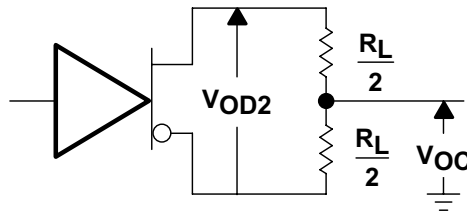

図 6-1. ドライバ  $V_{OD}$  および  $V_{OC}$
| V OD2  | 差動出力電圧                          | R L = 100Ω、図 6-1 を参照         |                    |     | ½ V OD1 または 2 (3) |      |                 |    |
|                   |                                 | R L = 54Ω、図 6-1 を参照          |                    |     | 1.5                                     | 2.5  | 5               |    |
| Δ V OD | 差動出力電圧の大きさの変化 (5)    | R L = 54Ω または 100Ω、図 6-1 を参照 |                    |     | ±0.2                                    |      | V               |    |
| V OC   | 同相出力電圧                          | R L = 54Ω または 100Ω、図 6-1 を参照 |                    |     | -1                                      | +3   | V               |    |
| Δ V OC | 同相ドライバの同相出力電圧の変化 (5) | R L = 54Ω または 100Ω、図 6-1 を参照 |                    |     | ±0.2                                    |      | V               |    |